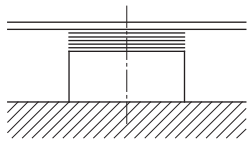
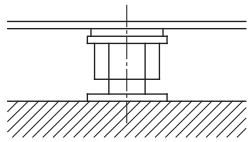

Рис. 5: Компенсационные шайбы на поверхности фундамента
Рис. 6: Нивелирные винты на поверхности фундамента
- На каждое отверстие в поверхности фундамента уложить компенсационные шайбы толщиной 20 – 25 мм (см. рис. 5). В качестве альтернативы допускается использование нивелирных винтов (см. рис. 6).
- Уложить фундаментную раму и выровнять ее в обоих направлениях при помощи дополнительных компенсационных шайб (см. рис. 5).